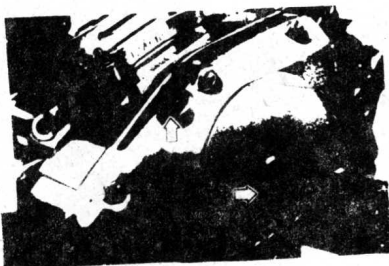

图 1-14
- (2) 拆下磁电机盖帽和观察孔塞子, 如图 1-14 所示。